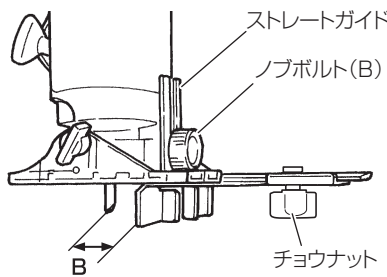

図 14
(1) ストレートガイドはノブボルト (B) によってベースに取付け、固定します。
(2) ビットからストレートガイド面までの寸法 B はチョウナットをゆるめ、ストレートガイドを移動させて調整してください。(図 14)